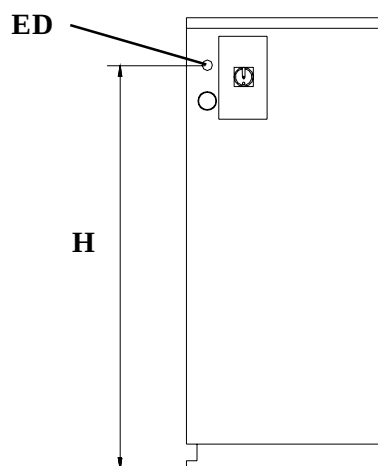

fig. 26
- Drill washer inlet hole **ED (fig.26)** located below the supply plug.
- Taladrar el orificio **ED (fig.26)** de entrada a la lavadora situado debajo del orificio de entrada de la alimentación.
- Percer l'orifice **ED (fig.26)** d'entrée à la laveuse placé sous l'orifice d'arrivée de l'alimentation.